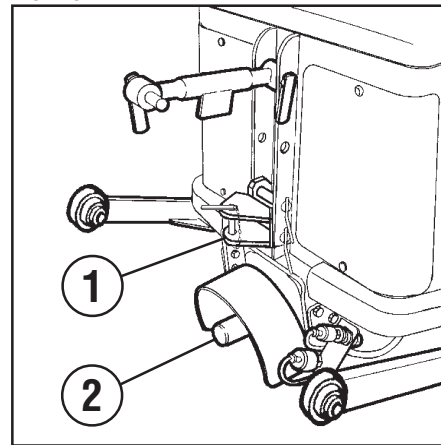

Abb. 4
Mit einer Keilwelle und entsprechender Schutzabdeckung (2 Abb. 4), Profil ASAE 1" 3/8 (34,9 mm), mit unabhängiger, elektrohydraulisch betätigter Kupplung, Standard-Geschwindigkeit 1000 U/min mit Motor bei 2500 U/min. Drehrichtung im Uhrzeigersinn.
- Vorne ist ein Zughaken (Option), mit Anschluß an die Stützbügel des dritten Punktes (1 Abb. 4), verwendbar nur für das Schleppen der Maschine.